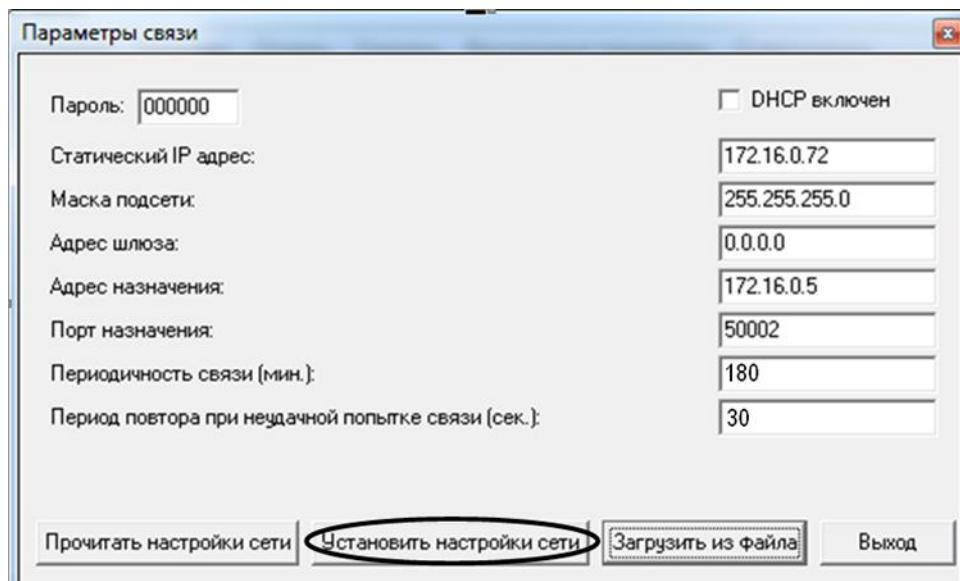

Рисунок 35
6.1.8 У вікні «Параметри связі» з'являться дані із файлу з налаштуваннями (рисунок 35). Для завантаження налаштувань до реєстратора натиснути кнопку «Установить настройки сети».